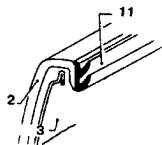

Рис. 11.13 Уплотнение двери/стекла - внутреннее (См. Раздел 14)
9. При установке уплотнений, установите их так, как показано на Рис. 11.13 и 11.14.